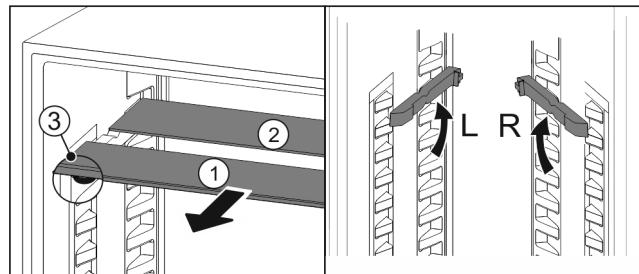

Fig. 34
- Посьуньте Fig. 34 (1) скляну панель вперед.
- Скляна панель Fig. 34 (1) з декоративною планкою лежить спереду.
- Стопори Fig. 34 (3) показують вниз.